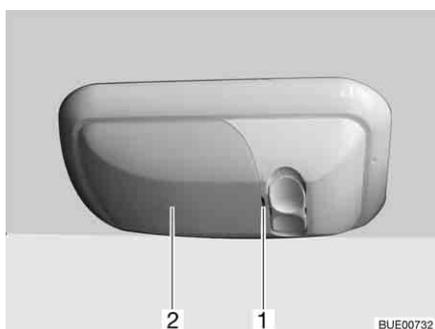

Fig. 227 Lámpara de garaje
- Sacar la tapa (Fig. 227,2) con cuidado, haciendo palanca en la muesca (Fig. 227,1) con una herramienta apropiada (p. ej. destornillador) y retirarla.